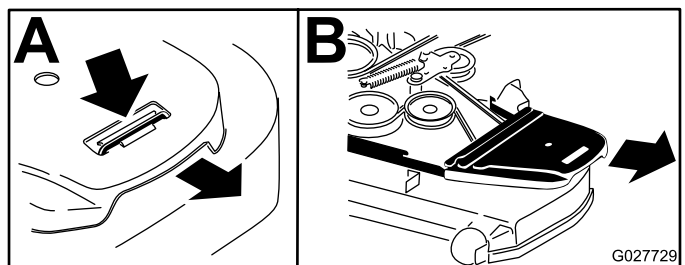

Figura 61
- Retire las cubiertas de la correa (Figura 61).